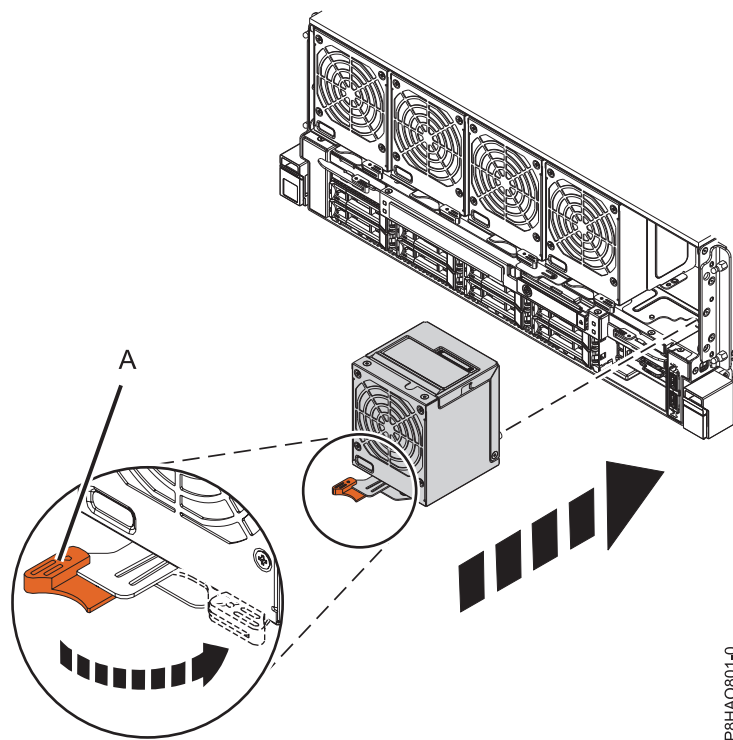

Figura 15. Substituindo um ventilador frontal
1. Vá para a frente do rack. Assegure-se de que a alça do ventilador (A) tenha sido girada e aberta na direção mostrada em Figura 15 na página 15.
3. Gire a alça do ventilador (A) na direção mostrada e, em seguida, pressione-a até que trave no lugar. Consulte Figura 15 na página 15.